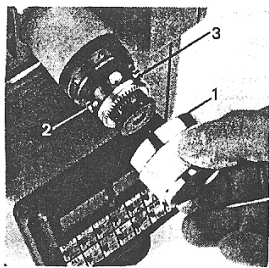

Fig. 20 Ajuste del error de colimación
Si uno mismo quiere ajustar el error de colimación en el T1000, desenrosca la parte trasera del manguito de enfoque (1), fig. 20. Tras visar el punto se introduce el comando **SET** **5** **11** **RUN** se adiciona algebraicamente (si la puntería se realiza en la posición 1) o se resta (en la posición 2) el error de colimación a la lectura del círculo horizontal y se fija con el botón de movimiento horizontal el valor calculado.